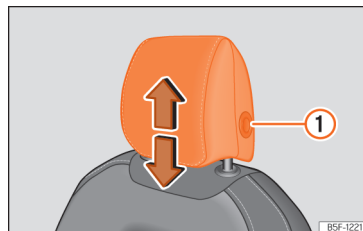
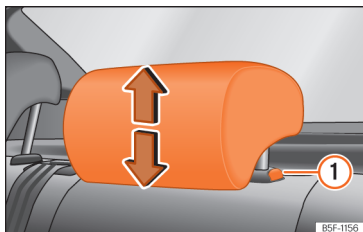

Fig. 96 Banco dianteiro: regulação do encosto de cabeça.
Fig. 97 Encosto de cabeça traseiro: ajuste do encosto de cabeça.
- Agarre o encosto de cabeça com ambas as mãos pelos lados e empurre para cima até o encaixar na posição desejada. Para baixá-lo, proceda da mesma forma, pressionando o botão lateral ① » » Fig. 96 , » » Fig. 97.